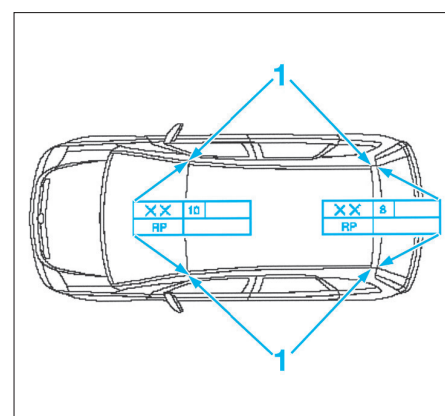

FIG. 82
- Souder le pavillon (Fig.82).